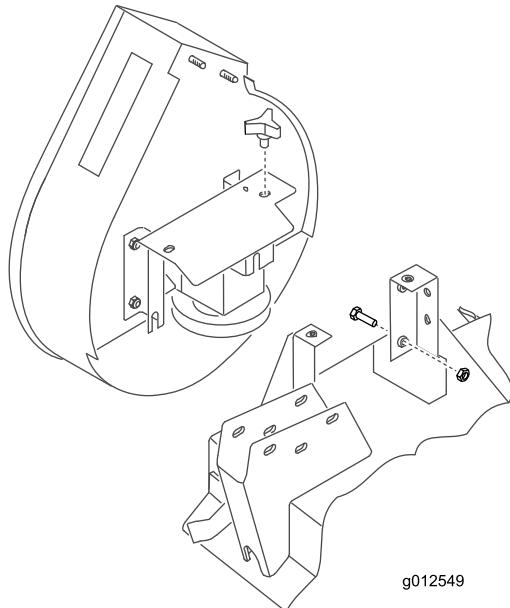

図 21
2. プロアを取り付けブラケットの整列用スタッド 図 21 入れてベルトをプロアブーリに掛け回す。